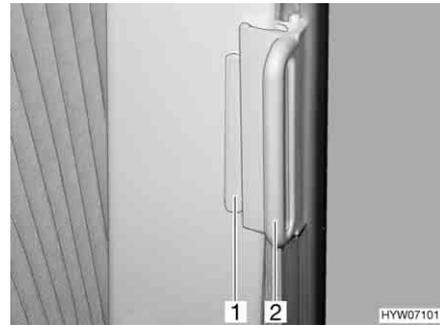

Fig. 12 Tendina oscurante pieghevole, aperta
- Aprire le tendine oscuranti pieghevoli per il finestrino del guidatore e del passeggero e spingerle nell'impugnatura della guida degli oscuranti (Fig. 12,2) sul sopralzo (Fig. 12,1).